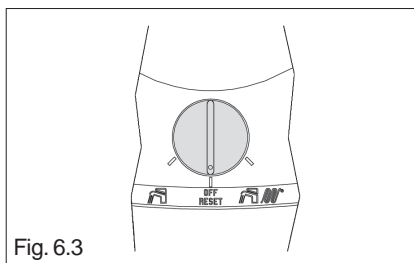

Fig. 6.3
- portare il selettore di funzione su OFF-RESET (fig. 6.3)